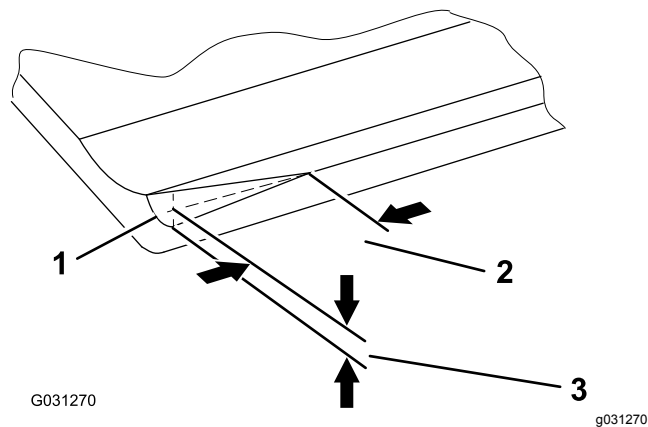

Figure 8
**Remarque:** Avec le temps, vous devrez rectifier le chanfrein (Figure 8) car il n'est conçu pour durer que 40 % de la vie de la contre-lame.